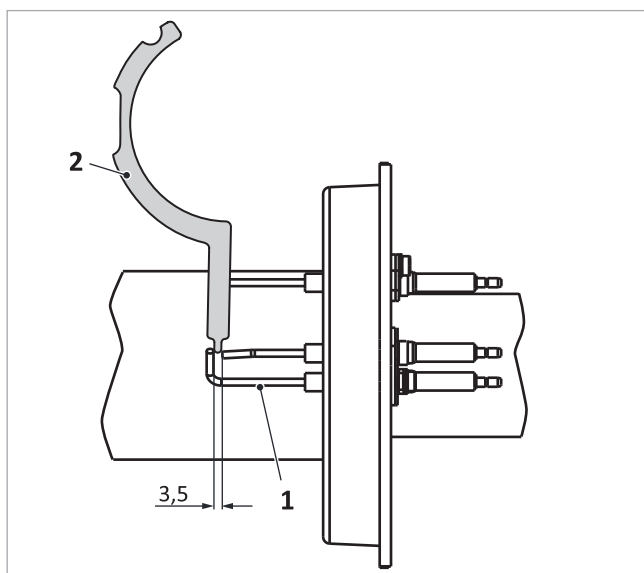

Fig. 138: Distancia entre electrodo a tierra y el electrodo de encendido
1. Compruebe la distancia entre los electrodos de ionización con un calibre de electrodos → fig. 138 (2) y si es
- Electrodo entre sí → *fig. 138 (1)*: 3,5 mm